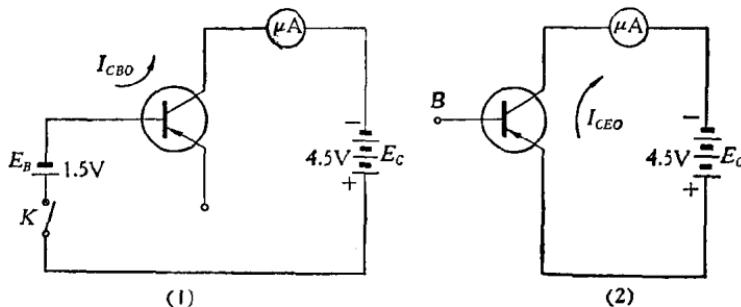

图 1-6
3. 在表中， $I_E = 0$ 时， I_C 不等于零，这个电流我们称它为集电极-基极的反向截止电流，用 I_{CBO} 来表示。 $I_E = 0$ ，就是发射极断开，集电结加上反向电压，因此 I_{CBO} 相当于集电结二极管反向漏电流。如图 1-6(1) 所示。
还有表中当 $I_B = 0$ 时， I_C 不是零。这个电流我们称它为集电极-发射极的反向截止电流，又称穿透电流，用 I_{CEO} 表示，也就是 CE 两极接通电源， B 极断开，图 1-6(2) 所示。